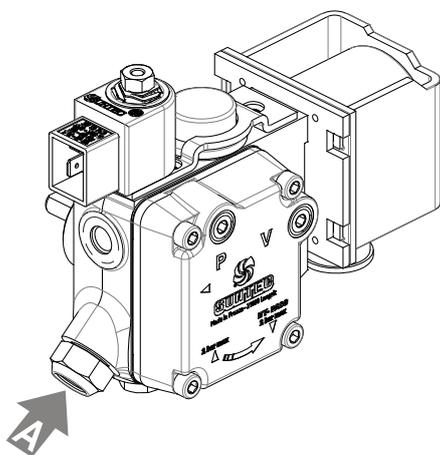
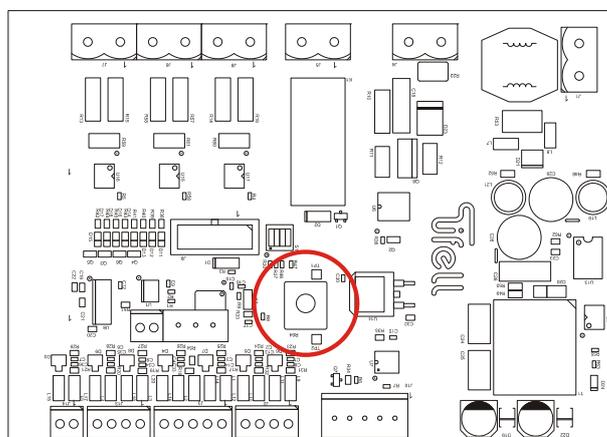

figura 32
figura 33
- Desenroscar el tornillo de presión P (figura 32) y conectar en dicha toma un manómetro sin utilizar latiguillo y conectar el analizador de combustión en el conducto de humos.
<ul style="list-style-type: none"> • Comprobar que la lectura de presión del manómetro que se montado en la bomba de combustible sea 9 bar. En caso contrario actuar sobre el tornillo A (figura 32) en sentido horario para aumentar la presión o en sentido anti-horario para disminuirla. • Una vez conseguida la presión de 9 bar se debe comprobar el valor de CO₂ que nos indica el analizador de combustión. Este valor debe de estar comprendido entre 10,0 y 11,5. En caso contrario actuar sobre el potenciómetro del circuito de modulación (figura 33) en sentido horario para aumentar el valor o en sentido anti-horario para disminuirlo hasta alcanzar un valor dentro del rango anterior.